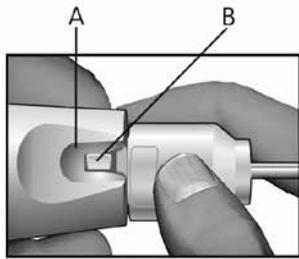

Abbildung 5. Keilnut (A) und Keil (B)
2. Um die Klinge einzusetzen, die Keilnut (A) am Handstück und den Keil (B) auf der Klinge miteinander ausrichten (Abbildung 5). Die Klinge so in das Handstück stecken, dass der Keil in die Nut geht. Der Keil muss so weit proximal hineingedrückt werden, bis die Klinge eindeutig eingerastet ist.